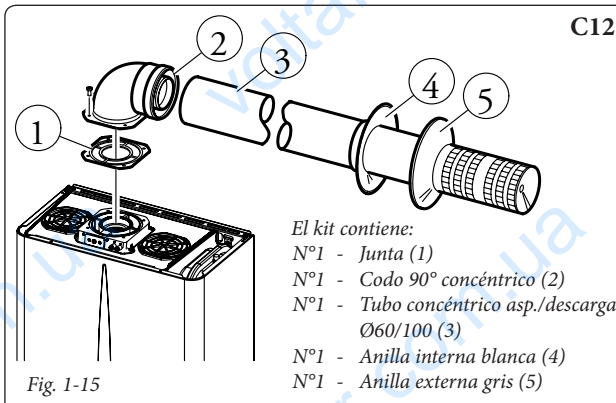

Fig. 1-15
Kit horizontal de aspiración - descarga Ø60/100. Montaje kit (Fig. 1-15): colocar el codo con el collarín (2) en el orificio central de la caldera, situando entre medio la junta (1) y fijando la unión con los tornillos del kit. Acoplar el lado macho (liso) del tubo terminal (3) con el lado hembra (con juntas de labio) del codo (2) apretándolo hasta el fondo, sin olvidarse de introducir antes las relativas anillas interna y externa, de esta forma se conseguirá la unión estanca de los elementos del kit.